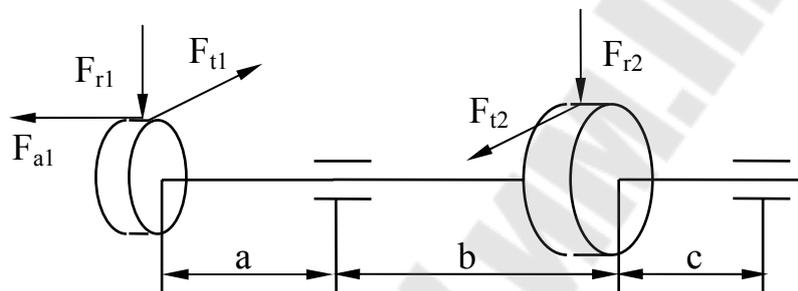

Рис.8.4
5. Сделать уточненный расчет вала для заданной схемы (рис. 8.4), если  $F_{t1} = 1500$  Н,  $F_{r1} = 558$  Н,  $F_{t2} = 750$  Н,  $F_{r2} = 279$  Н и  $F_{a1} = 318$  Н. Исходные данные приведены в табл. 8.5